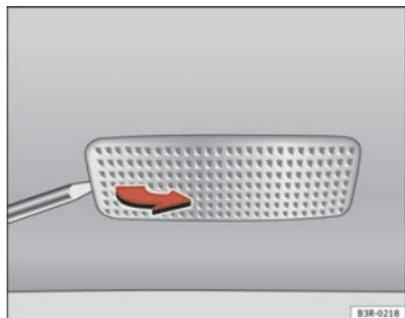

Fig. 228 Desmontaje luz del parasol
- Retire la luz con cuidado, utilizando el destornillador por su parte plana ⇒ página 297, fig. 228.